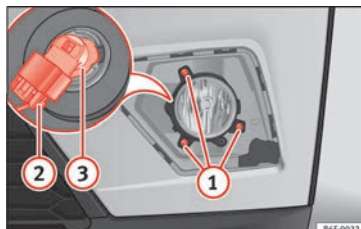

Abb. 114 Nebelscheinwerfer: Lampenträger ausbauen
2. Entfernen Sie die 3 Schrauben » **Abb. 114** ① und ziehen Sie den Nebelscheinwerfer ab.
3. Ziehen Sie den Stecker von der Lampe ② ab.
4. Drehen Sie die Lampenfassung ③ nach links und ziehen Sie.